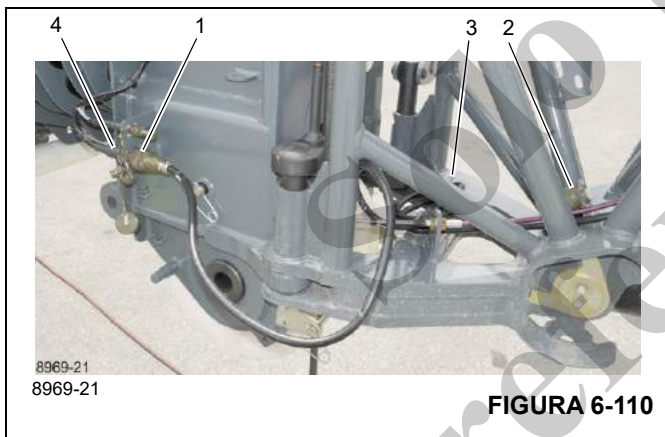

FIGURA 6-110
1. Retire el enchufe (1), (Figura 6-110), del receptáculo de almacenamiento (2), (Figura 6-110), y desenrolle el cable de la posición de almacenamiento (3), (Figura 6-110). Conecte el enchufe (1), (Figura 6-110), al receptáculo (4), (Figura 6-110). Esto conecta la extensión al circuito de la pluma principal.
2. Enrolle el cable alrededor de la posición de almacenamiento (3), (Figura 6-110), de manera tal que no se dañe durante las operaciones de la grúa.